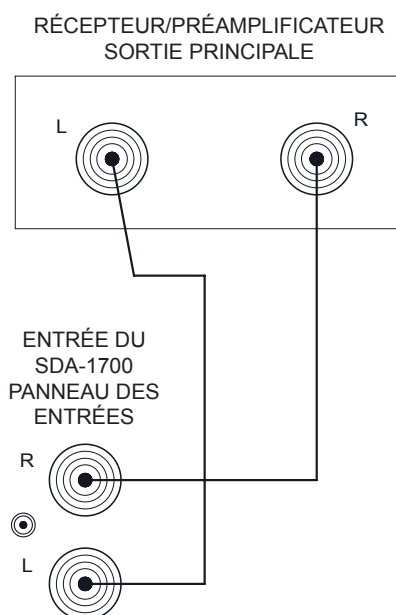

Figure 5
1. Connectez un câble de liaison RCA deux canaux entre les sorties principales gauches et droites du récepteur / préamplificateur et aux connecteurs d'entrée respectifs du panneau arrière du SDA-1700, comme représenté dans la figure 5.